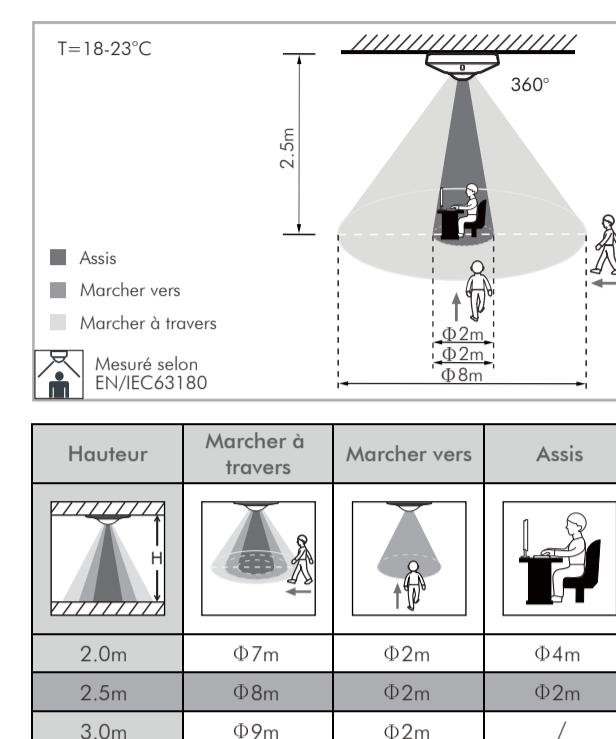

FIG. 2
3.1.1 Vous pouvez installer le détecteur KDP-3 S à une hauteur de 2 - 3 m. Il est recommandé de l'installer à une hauteur de 2,5 m afin d'obtenir la configuration de détection optimale, la portée de détection peut atteindre jusqu'à 8 m de diamètre et 360° d'angle de détection (Voir FIG.2).